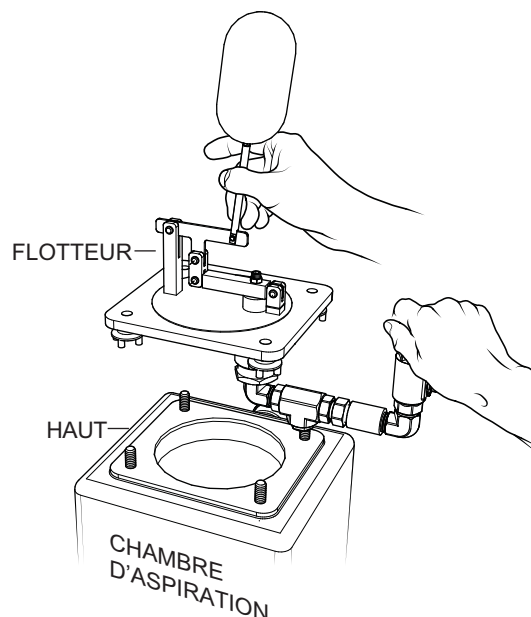

Figure 45. Retrait du flotteur
2. Retirez soigneusement le flotteur et placez-le sur le dessus de la chambre d'aspiration, comme illustré à la Figure 45.